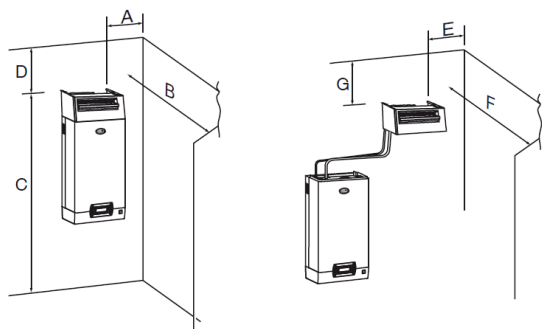

Рис. 3.с
2. L-образные опоры (см. элемент 1 рис. 3.b) поставляются с парораспределителями моделей от DP085* до DP025*. Для моделей более короткой длины можно заказать опциональный кронштейн (код 18C478A0A88).
Парораспределители для увлажнителей до 18 кг/ч (39,7 фунтов в час). Их можно подключить к увлажнителю или удаленно (см. рис. 3.с). Питание распределителей осуществляется через электрическую панель (24 В~, контакты X1, X2).